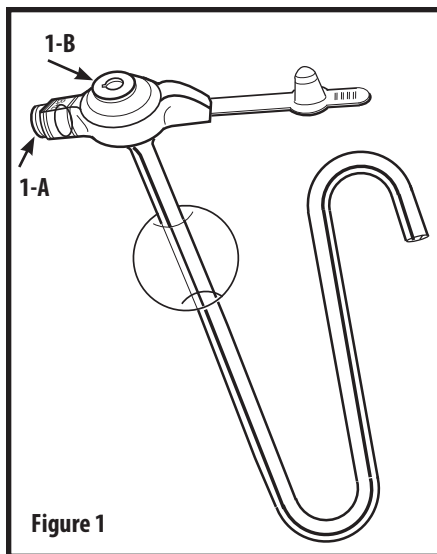

Figure 1
2. Använd 6 mL-sprutan med luerkorna som medföljer i satsen till att blåsa upp ballongen med 5 mL steril eller destillerat vatten via ballongporten (**fig 1-A**).
4. Använd en 6 mL spruta med luerkorna och spola vatten genom den jejunala porten (**fig 1-B**) för att bekräfta att sonden är öppen.